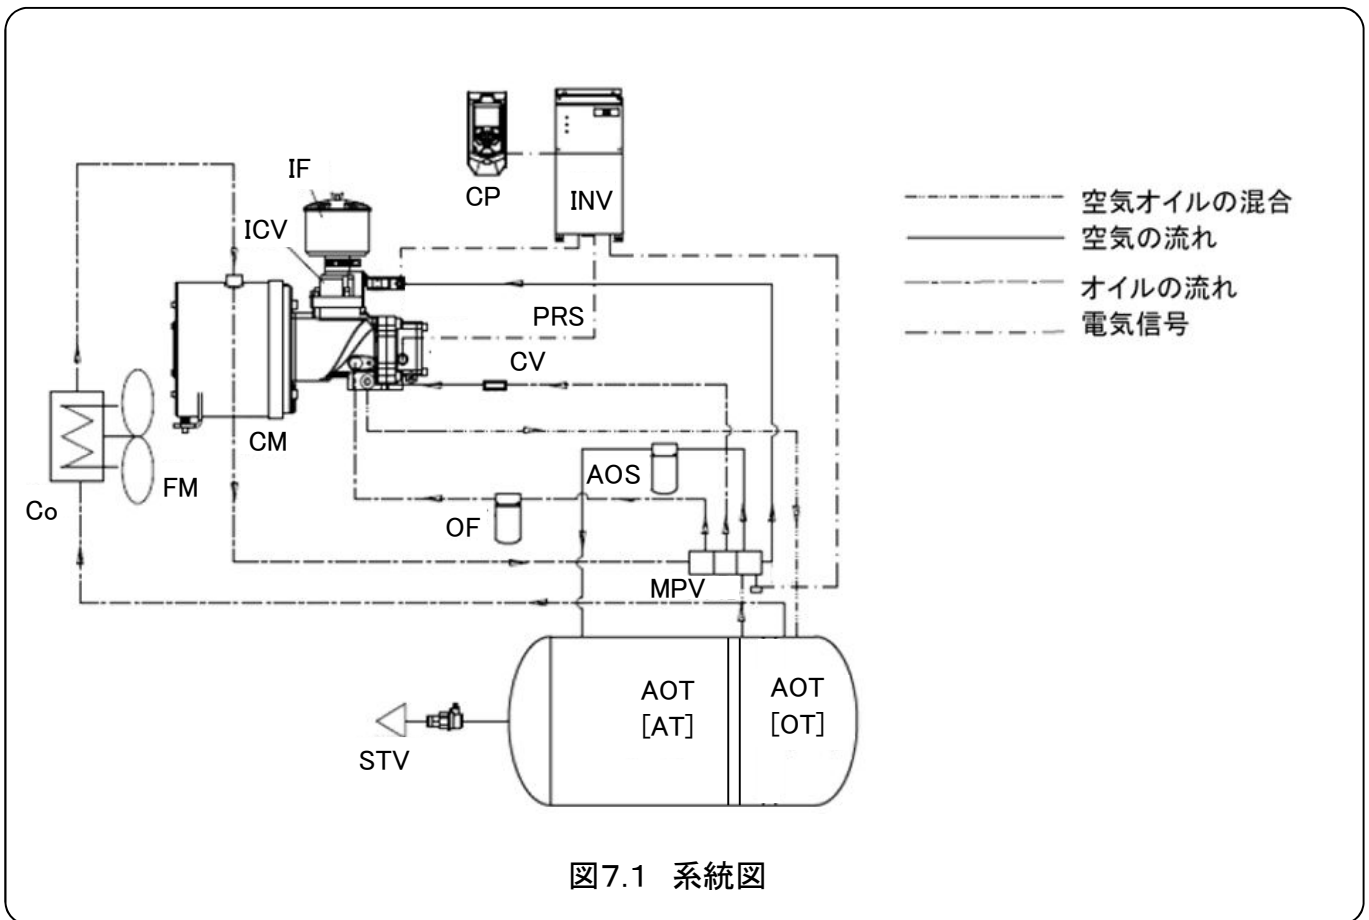

図7.1 系統図
7.1.1 空気の流れ(P26 図7.1)
7.1.2 潤滑油の流れ(図7.1)
7.1.3 冷却システム(図7.1)
7.1.4 負荷／無負荷システム(図7.1)